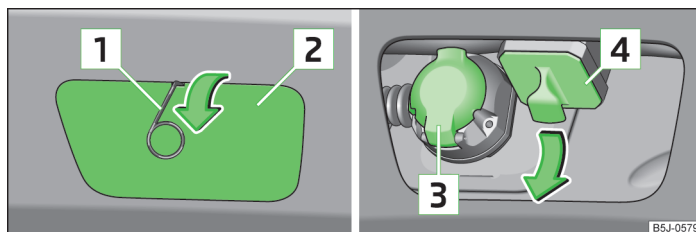
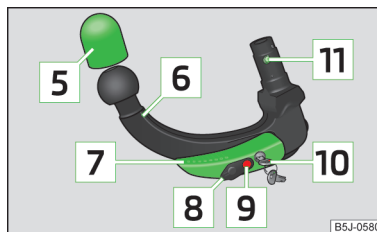

Fig. 100 Retirez le capuchon : au niveau de la boule d'attelage arrière / pour le logement de rangement
Fig. 101
Description » fig. 100 et » fig. 101
- Retirez le capuchon au niveau de la boule d'attelage arrière **2** » fig. 100 à la page 122 à l'aide de l'étrier d'extraction des enjoliveurs pleins dans le sens de la flèche.
- Retirez le capuchon pour le logement de rangement **4** » fig. 100 à la page 122 dans le sens de la flèche » **!**
Conservez le capuchon [2] ainsi que le capuchon [4] » fig. 100 à la page 122 dans un endroit adapté du coffre à bagages après les avoir retirés.
- Retirez le capuchon pour le logement de rangement » fig. 100 à la page 122 dans le sens inverse de la flèche.
- Positionnez le capuchon au niveau de la boule d'attelage arrière » fig. 100 à la page 122 sur les « crochets » dans la zone inférieure de la boule d'attelage.